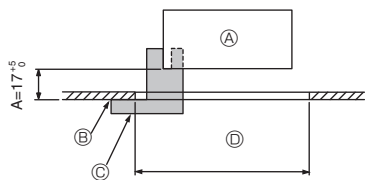
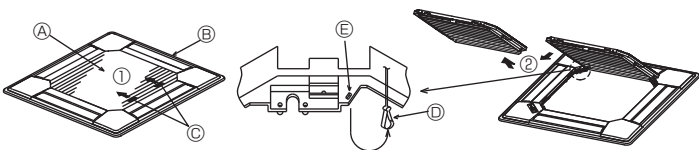
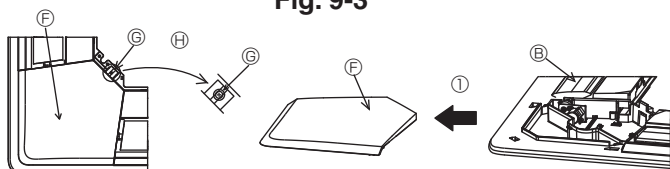

Fig. 9-2
Fig. 9-3
Fig. 9-4
①	Решетка	1	950 × 950 (мм)
②	Винт с привязной прокладкой	4	M5 × 0,8 × 25
③	Шаблон	1	(Поделен на четыре части)
④	Фиксатор	3
⑤	Винт	4	4 × 8
⑥	Винт	1	4 × 12
⑦	Беспроводной пульт дистанционного управления	1	для PLP-6BALM, PLP-6BALME
⑧	Проводной пульт дистанционного управления	1	для PLP-6BAMD, PLP-6BAMDE
⑨	Угловая панель i-see sensor	1	для PLP-6BAE, PLP-6BAMDE, PLP-6BALME
9.2. Подготовка к установке вентиляционной решетки (Fig. 9-2)
- С помощью поставленного в комплекте шаблона ③ отрегулируйте и проверьте положение устройства по отношению к потолку. При неверном расположении устройства по отношению к потолку возможно прохождение воздуха или накопление конденсации.
- Ⓒ Шаблон ③ (Вставлен в устройство)
9.2.1. Удаление воздухозаборной решетки (Fig. 9-3)
- Сдвиньте рычаги в направлении, обозначенном стрелкой ①, чтобы открыть воздухозаборную решетку.
- Пока воздухозаборная решетка находится в "открытом" положении, удалите стержень воздухозаборной решетки с вентиляционной решетки в направлении стрелки ②.
9.2.2. Удаление угловой панели (Fig. 9-4)
- Удалите винт из угла угловой панели. Для удаления угловой панели сдвиньте угловую панель в направлении стрелки ①.
[Fig.9-3] [Fig.9-4]